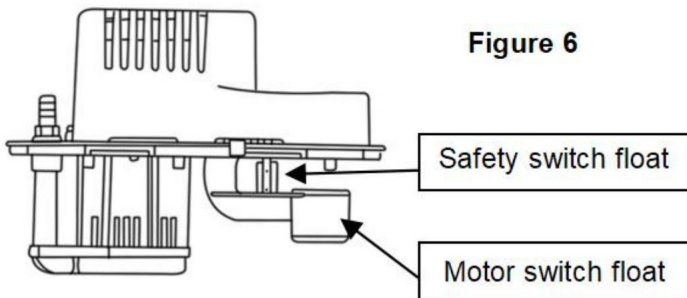

Figure 6
2. Assurez-vous que les flotteurs bougent librement. Nettoyez-les si nécessaire (Figure 6).
3. Tester l'interrupteur du moteur en soulevant le flotteur de l'interrupteur avec le doigt (Figure 6).